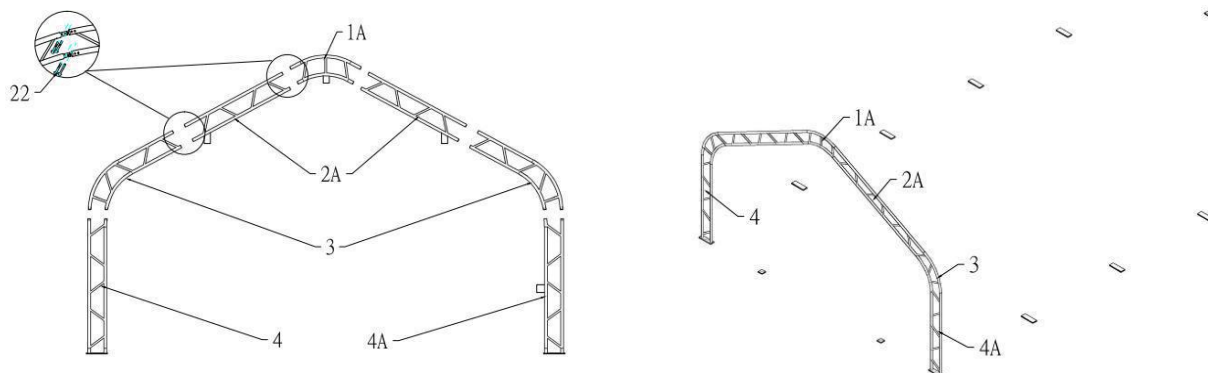
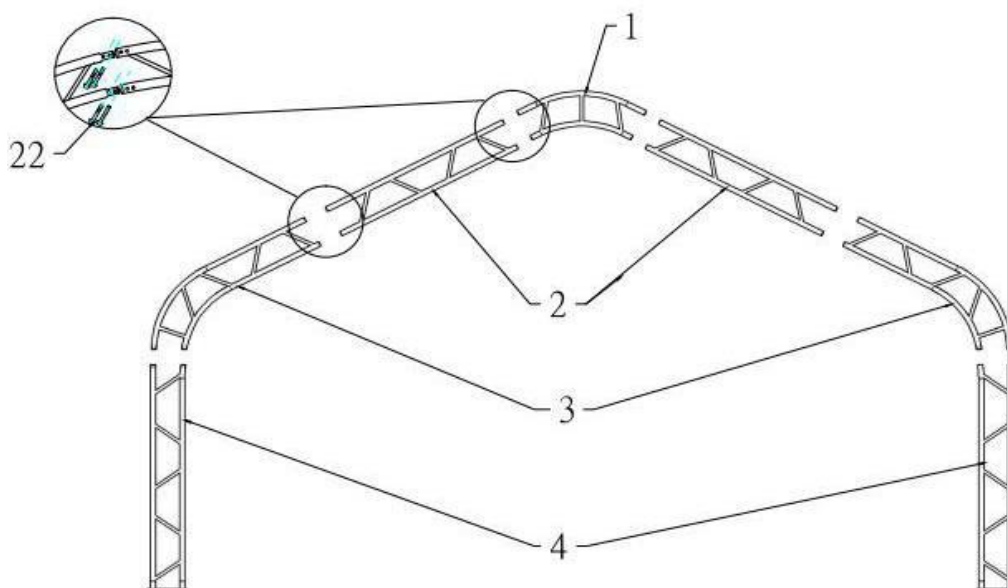
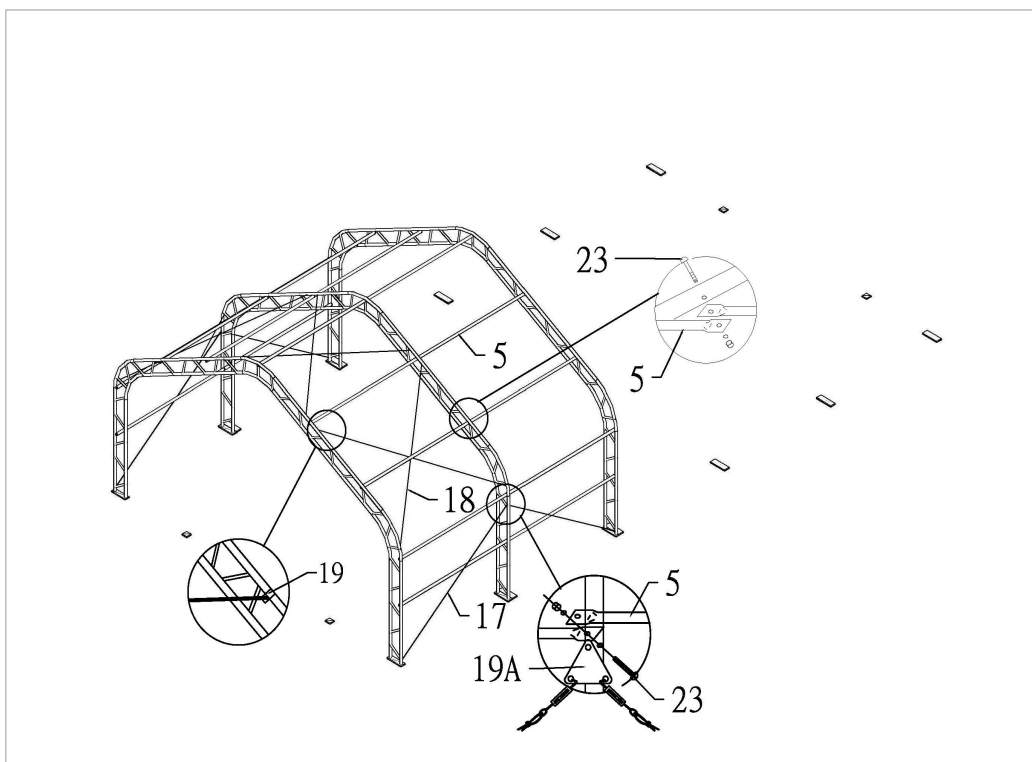

Bild 3
Bild 4
Bild 5
1. I bild 3 monteras takets böjda rör för fram- och bakdörren (1A), fram- och bakdörrens böjda rör för sidoväggen (2A) och axelrör (3), vertikalt rör (4) och framdörrens vertikala rör (4A) med M8x60-bultar (22). Placera bågen i röret med en vinsch (se bild 4).
2. I bild 4 monteras takets böjda rör (1), sidoväggens böjda rör (2), axelrör (3) och vertikalt rör (4) med M8X60-bultar (22). Placera bågen i röret med en vinsch. Fäst vågarna en åt gången (bild 5).
3. Montera bjälkarna (5) i tur och ordning i ramen med M10x70-bultar (23) (se bild 5). Montera stålvajern (17 och 18) ovan och på sidan med klämmor (19) (se bild 5).